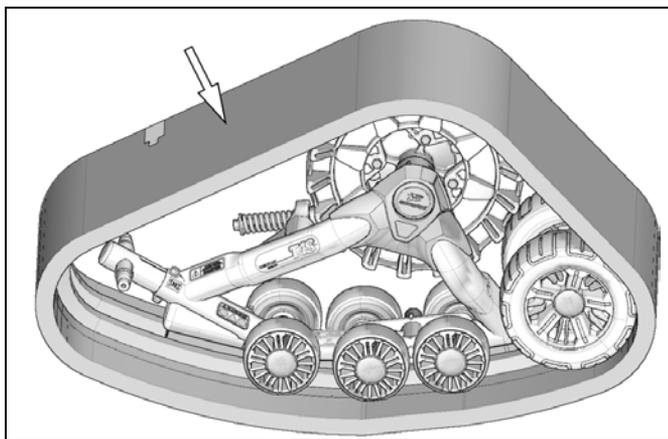

Abbildung 35
- Montieren Sie die Gummikette. Siehe Abbildung 35.